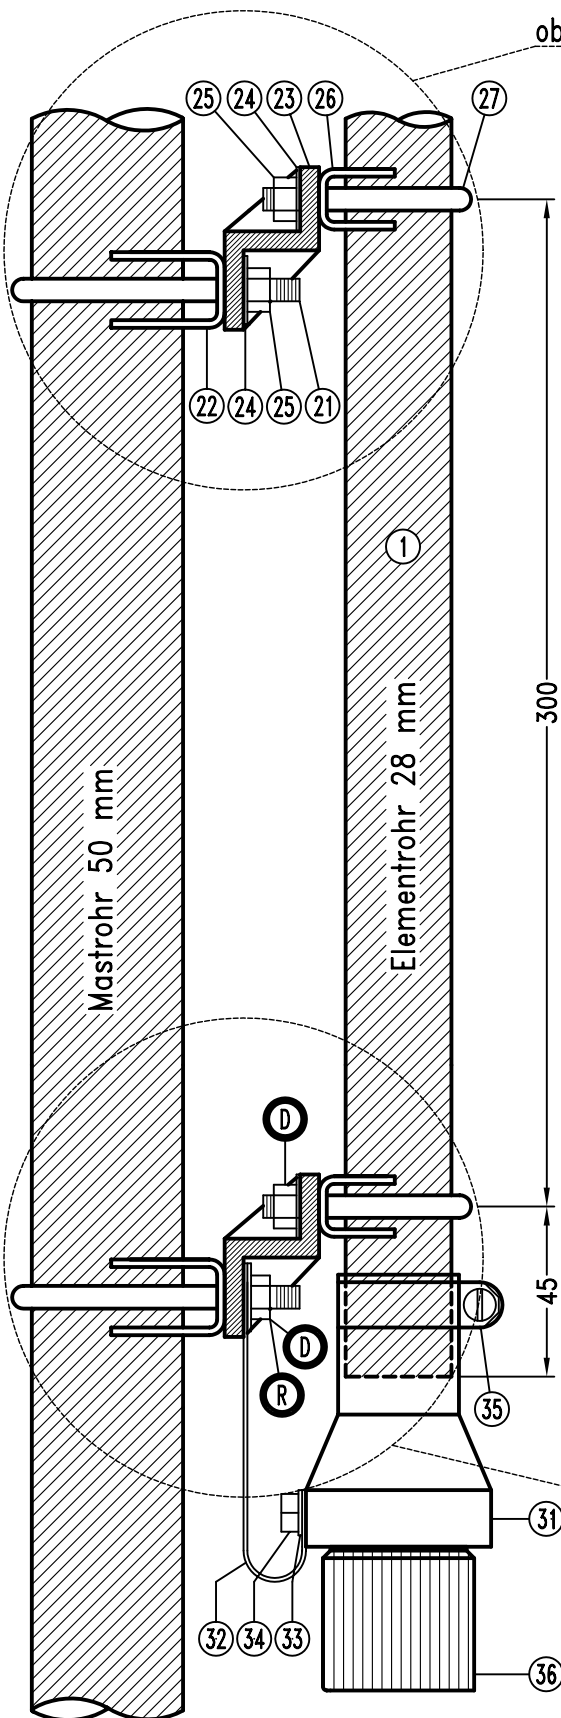
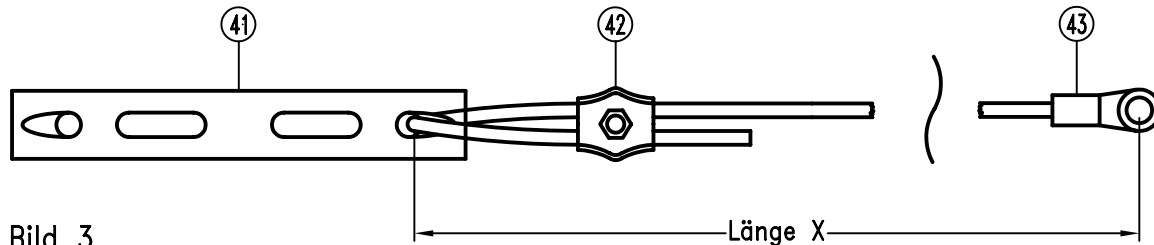

Bild 1
Bild 3
2. Beginnen Sie mit der Montage der unteren Doppelrohrklammer am Elementrohr (1). Am nichtgeschlitzten Ende des Elementrohrs wird im Abstand von 45 mm der Isolierwinkel (23) mit dem Rohrsitz (26), dem U-Bügel (27), der Scheibe (24) und der Sechskantmutter (25) verschraubt (Bild 1+2).
5. Nun werden die 3 Drähte der Radials (11) für das gewünschte Band vorbereitet (Bild 3). Mit den Simplexklemmen (42) werden die Drähte auf die entsprechenden Längen gebracht.
Mit dem U-Bügel (21), dem Rohrsitz (22), der Scheibe (24) und der Sechskantmutter (25) wird die Antenne am Mastrohr befestigt. Zur Montage der Radials (11) entfernen Sie wieder eine der Sechskantmutter (25) an der unteren Doppelrohrklammer (Bild 1, Buchstabe R) und montieren den Kabelschuh (Bild 3, Punkt 43) der Radials. Ziehen Sie die Sechskantmutter wieder an.
8. Die Radials sind die elektrischen Gegengewichte der Vertikalantenne. Sie ergänzen den Vertikalteil zur Halbwelle für jedes Band und gewährleisten den niederohmigen Speisepunkt Widerstand von 50 Ohm. Sie müssen freihängend ausgespannt werden und dürfen an keiner Stelle das Dach oder den Boden berühren. Der Neigungswinkel zum Mastrohr (ca. 80°) und die Anordnung in der Horizontalen (ca. 120°) ist relativ unkritisch. Zur Abspannung hinter den Isolatoren (41) soll nichtleitende Leine verwendet werden.